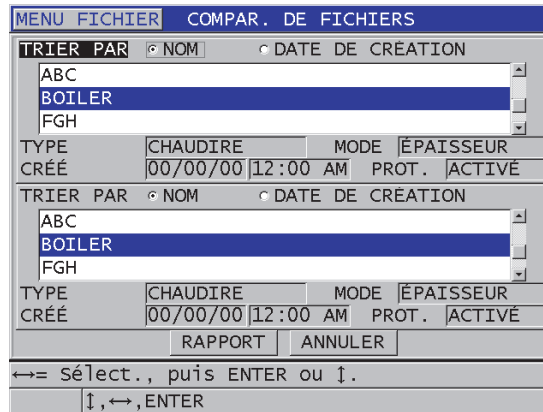

Figure 11-33 Écran du rapport COMPAR. DE FICHIERS
6. Dans l'écran **COMPAR. DE FICHIERS** (Figure 11-33 à la page 238), faites ce qui suit :